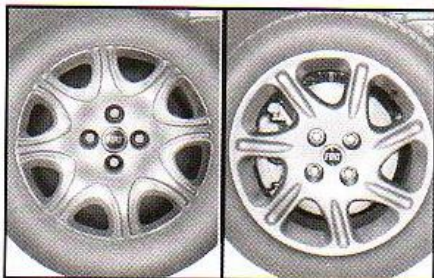

fig. 4
1) Desapertar cerca de uma volta os parafusos de fixação da roda a ser substituída **fig. 4**.